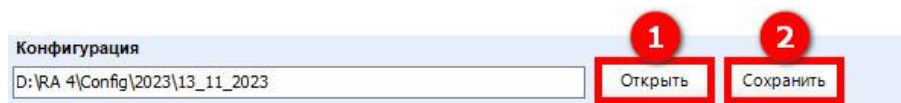

Рисунок 332 – Выгрузка/загрузка конфигурации параметров НСИ
Чтобы произвести выгрузку конфигурации в файл, необходимо после заполнения всех необходимых полей формы, нажать кнопку **Сохранить** (2) (см. рисунок 332) и в открывшемся окне указать наименование конфигурации и путь, по которому конфигурация будет сохранена.